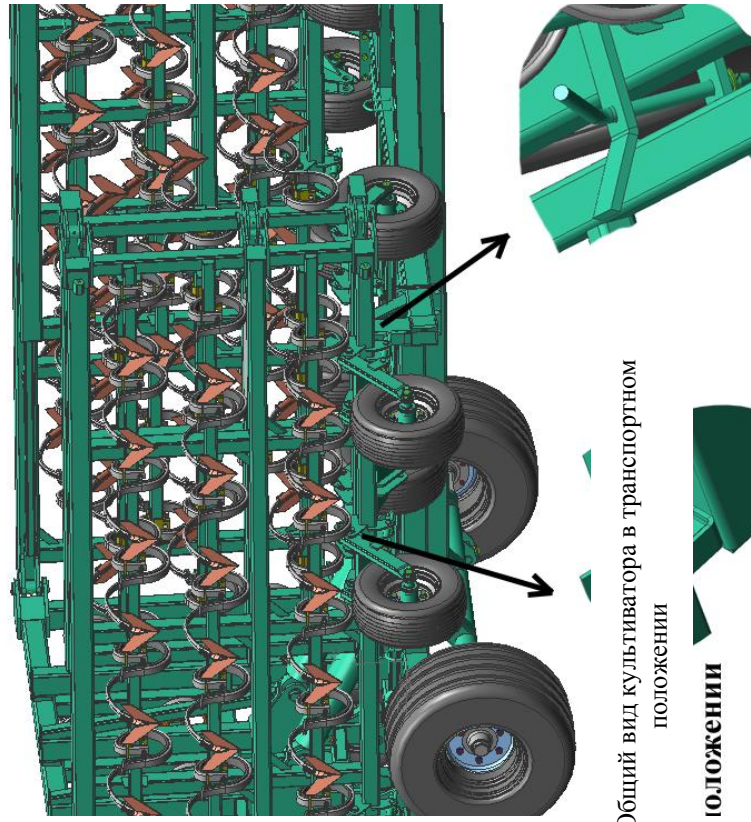

Рисунок 2 – Общий вид культиватора в транспортном
4.4 Перевод культиватора в транспортное положение (рисунок 2):